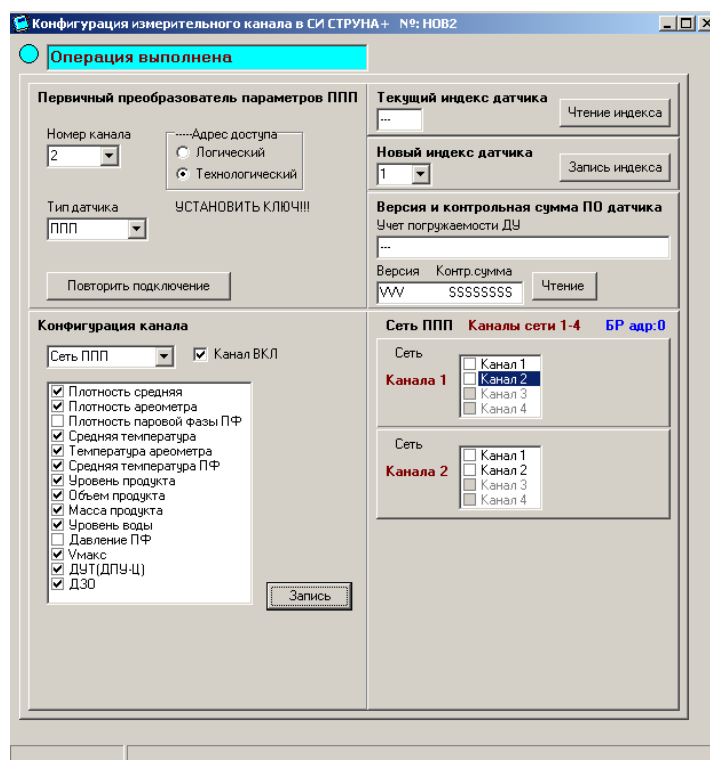

Рисунок 5.28 2-й канал с ТОД Сеть ППП
5.6.5.2 Установить параметр формы ФКИК «Номер канала» равным 2. Установить параметр «Конфигурация канала» для канала 2 – Сеть ППП и нажать на кн. «Запись» (рисунок 5.28). В результате справа формы отобразится дополнительно панель «Сеть Канала 2». При этом к сети можно подключить датчики канала 1(наличие светлого квадрата рядом с надписью справа